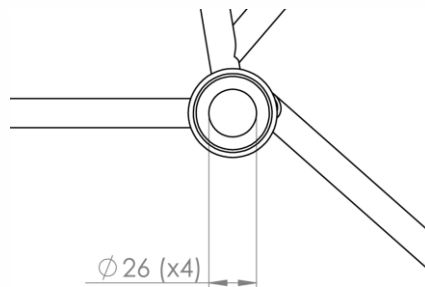

Figura 4: Diâmetro médio dos anéis separadores do berço.
- 2- Certifique-se que os anéis separadores dos coxins localizados no berço estejam com o diâmetro interno entre 24 mm e 28 mm, **Figura 4**;